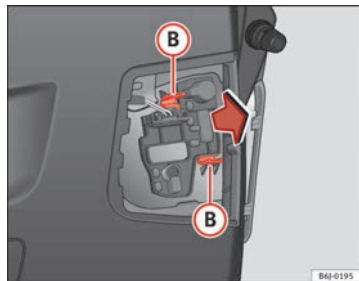

Fig. 182 Démontage de la douille d'ampoule
- Démontez la douille d'ampoule en appuyant sur les clips de fixation (B) ⇒ fig. 182 et retirez-la vers l'extérieur.